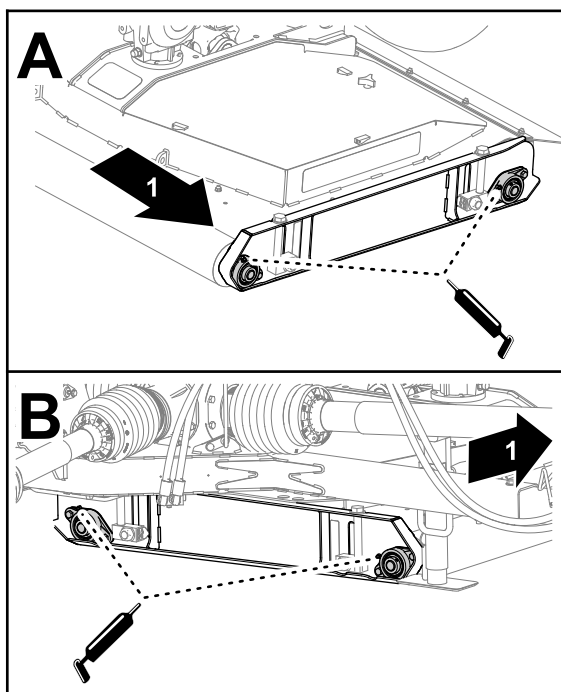

Рисунок 50
1. Введите консистентную смазку указанного типа в подшипники валиков дек на левой стороне деки (Рисунок 50).
2. Заправьте консистентной смазкой подшипники валиков дек на правой стороне деки (Рисунок 50).